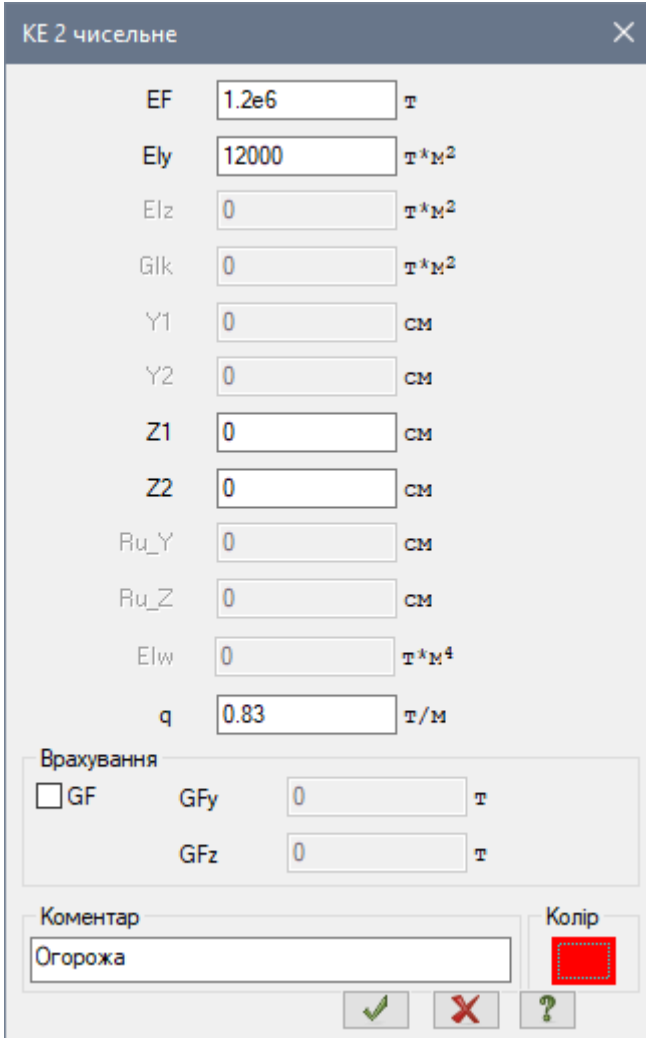

Рис. 10.11. Діалогове вікно **КЕ 2 чисельне**
- В діалоговому вікні **КЕ 2 чисельне** (рис. 10.11) задайте параметри перерізу конструкції огорожі: